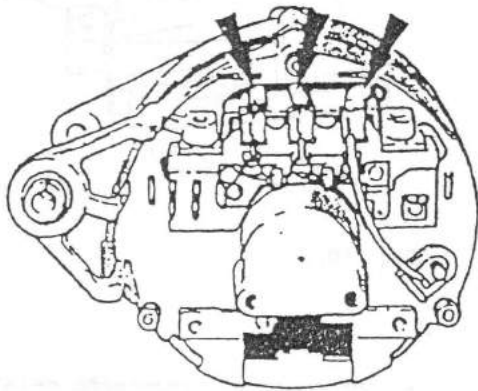

Fig. 10.16 Puente de diodos mostrando las conexiones del estator
- 1.- Desestañe las conexiones del estator al puente de diodos. Retire los dos tornillos de fijación del puente de diodos y separe éste del alternador. (Fig. 10.16)